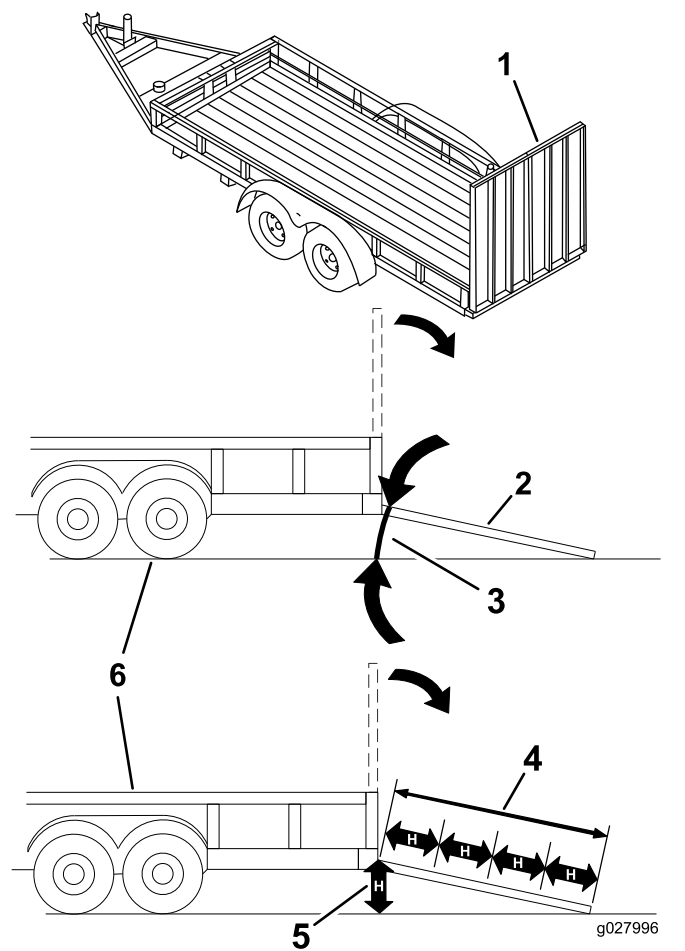

Figure 26
Le chargement de la machine sur une remorque ou un camion augmente le risque de basculement, et donc de blessures graves ou mortelles (Figure 26).
3. Abaissez la rampe pour que l'angle avec le sol ne dépasse pas 15 degrés (Figure 26).
1. Abaissez la rampe pour que l'angle avec le sol ne dépasse pas 15 degrés (Figure 26).